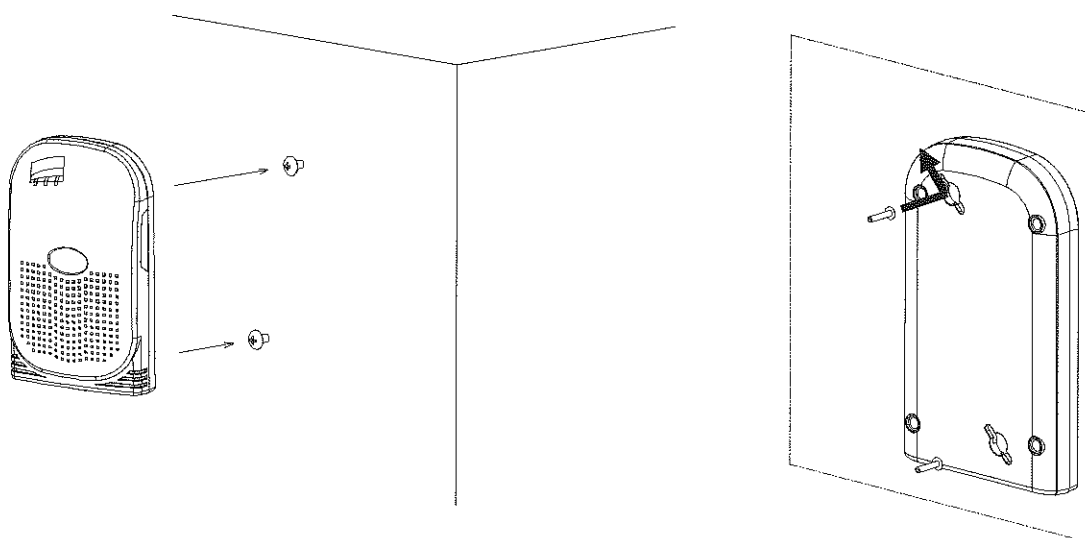

図 4-40 本体の設置
- ・ 本装置の裏面側にある壁掛け用穴をネジに合わせてから、スライドさせて、本装置を壁に固定します。(図 4-40 参照)